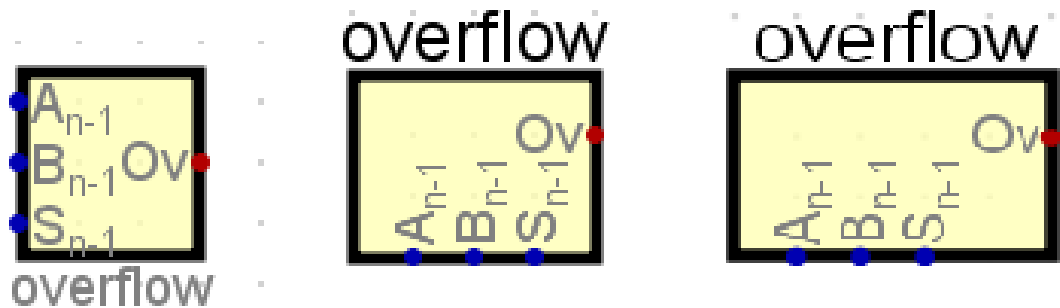

Figura 5. Diferentes disposiciones de entradas y salidas en el componente
- Sitúa el componente *overflow* en el área de dibujo del simulador. La disposición de las entradas y salidas, así como las dimensiones del componente son generadas por defecto por el simulador y son las mostradas en la figura 5 izquierda.
- Guarda el circuito para que los cambios tengan efecto. Si vuelves de nuevo a la ventana del circuito con el componente verás que la ubicación de las entradas ha cambiado y son las mostradas en la figura 5 central. Lo que ha ocurrido es que las entradas y salidas se sitúan ahora en el componente en el mismo orden y orientación que aparecen en el circuito.
- Observa en el circuito **new-overflow** cómo la caja del detector de *overflow* coincide con la de la figura 5 derecha.